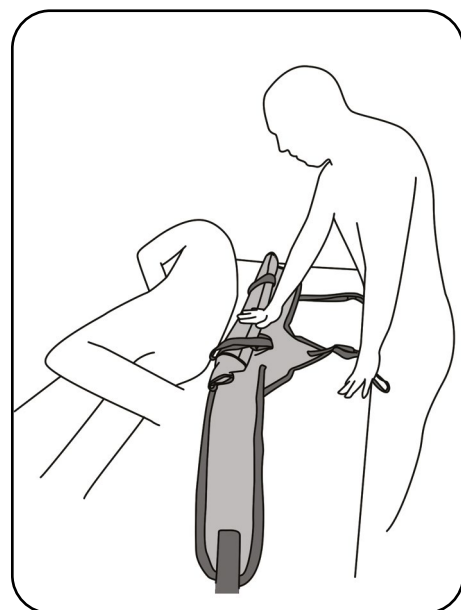

Abb. 8.3.01 - Liftergurt hinter dem Rücken des Patienten positioniert
5. Falten Sie den Liftergurt in der Hälfte zusammen und legen Sie ihn hinter den Rücken des Patienten. Dabei soll die Unterkante des Liftergurtes unterhalb des Gesäßes des Patienten liegen (Abb. 8.3.01).